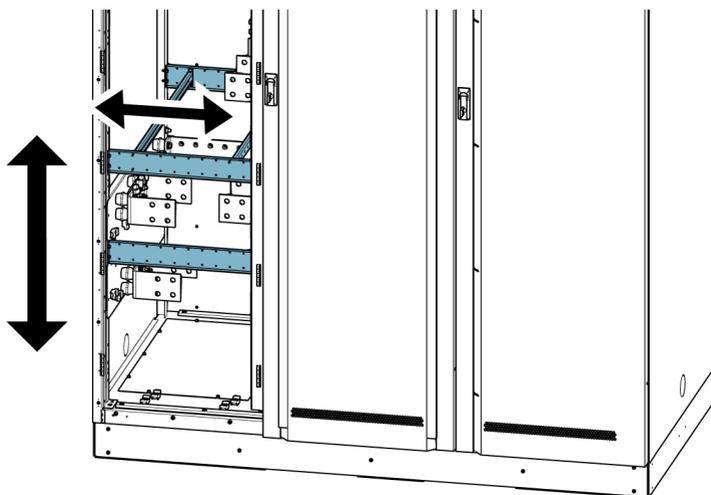

Рисунок 16. Кабельные опорные планки
7. Проложите и подключите силовую проводку. При необходимости используйте подвижные опорные планки. См. рисунок 16.